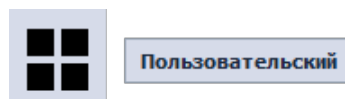

Рис. 54 Тип фигуры «Пользовательский»
1. Выбрать тип фигуры «Пользовательский» из перечня в правой части окна, см. Рис. 54.